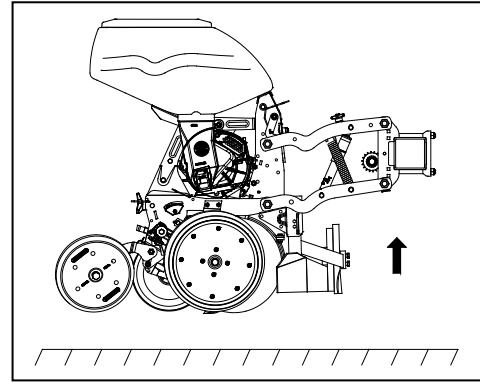

Fig. 2
**!** UWAGA! W celu ustawienia sprężyn ważne jest, aby sekcje wysiewające siewnika nie dotykały gleby. Siewnik musi być uniesiony (fig. 2), a sprężyny nie mogą być napięte.
**!** Pentru reglarea resorturilor, este important ca elementele să fie în afara solului (fig.2) și ca resorturile să nu fie tensionate. .